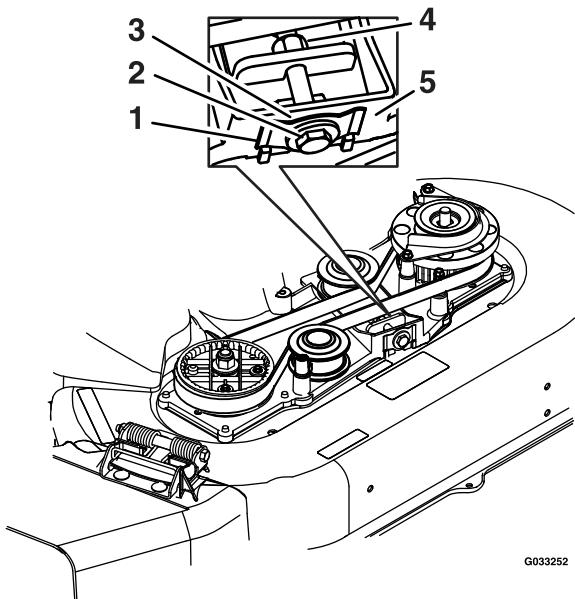

Figure 5
6. Ajustez la tension de la courroie en serrant le boulon et l'écrou de réglage (voir Figure 5). Appuyez une jauge d'épaisseur, un morceau de papier ou une petite carte contre le cadre. Un espace de 0,13 à 0,76 mm (0,005 à 0,030 po) doit exister entre la jauge et le ressort; serrez le boulon de réglage et l'écrou jusqu'à ce que le papier passe juste dans cet espace.